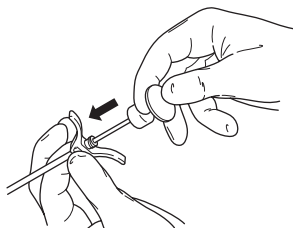

Figura 3 - Injecte o cimento ósseo utilizando o obturador de cimento
- Sob orientação fluoroscópica, injecte o cimento ósseo utilizando o obturador de cimento (figura 3).